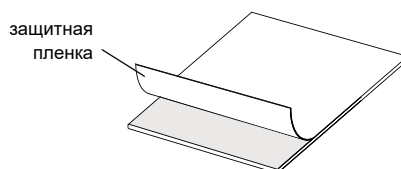

Рис. 9.3: Снятие защитной пленки
- Снимите часть защитной пленки (смотри Рис. 9.3).